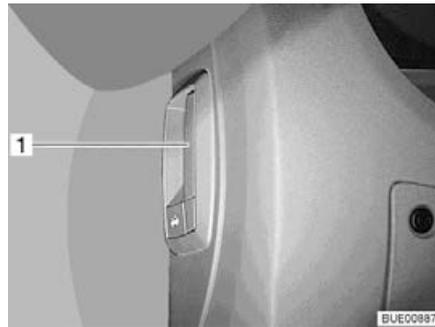

Bild 50 Entriegelungshebel Motorhaube (im Fahrzeug)
- Den Hebel (Bild 50,1) links unter oder seitlich neben dem Armaturenbrett ziehen.